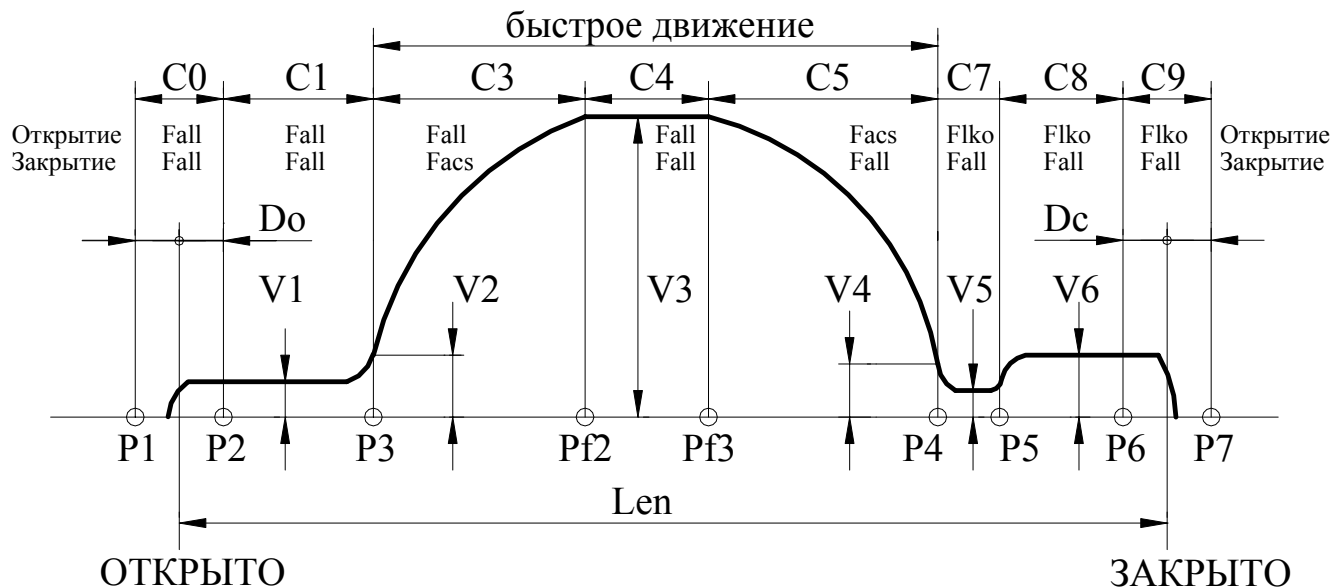

Рис.4. Траектория движения.
3.6.1. Рис.4, на котором показана траектория движения, отслеживаемая *Устройством*, поясняет назначение многих параметров, рассмотренных ниже. На рис.4 отображено также распределение сил на участках траектории отдельно при открытии и при закрытии (при переходе в режим удержания устанавливается соответствующая сила удержания).
- Если Var\_sl=1, то точка препятствия запоминается и происходит замедление скорости движения при подходе к точке препятствия до  $Vbar$ . При отсутствии препятствия в том же месте, дальнейшее движение происходит по кривой, указанной на **рис.4**.
3.6.5.13. **Номер D** – C\_vko (мм) – дополнительное смещение точки **P2 (рис.4)** для расширения диапазона удержания сигнала ВКО.
3.6.5.14. **Номер E** – C\_vkz (мм) – дополнительное смещение точки **P6 (рис.4)** для расширения диапазона удержания сигнала ВКЗ.